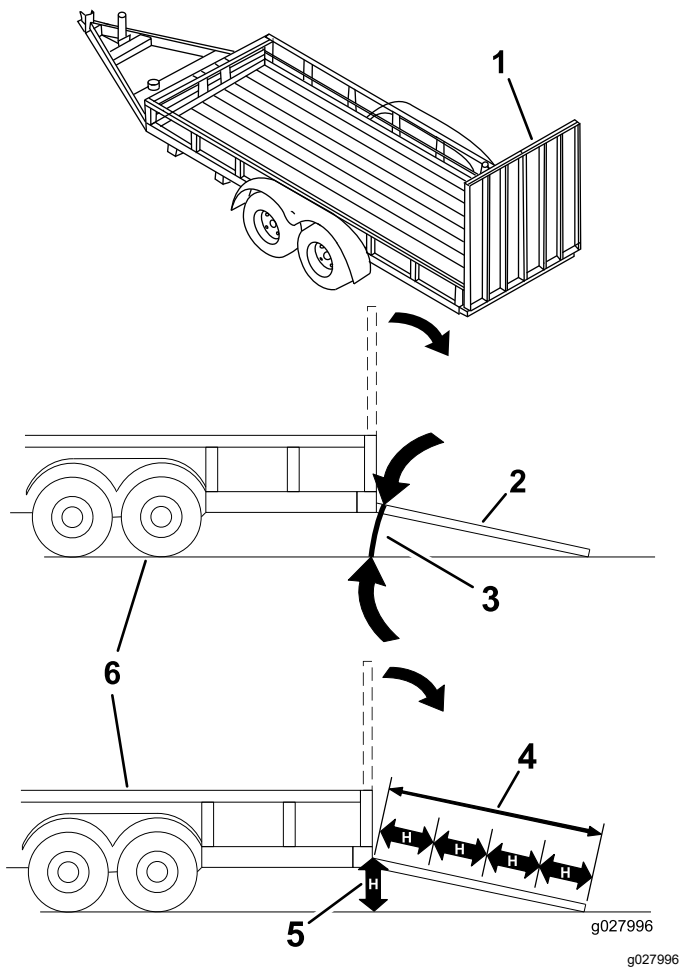

Bild 42
Das Laden einer Maschine auf einen Anhänger oder einen Lastwagen erhöht die Umkipppfahrgeschwindigkeit und könnte schwere oder tödliche Verletzungen verursachen (Bild 42).
1. Senken Sie die Rampe ab und stellen Sie sicher, dass der Winkel zwischen der Rampe und dem Boden höchstens 15 Grad beträgt (Bild 42).